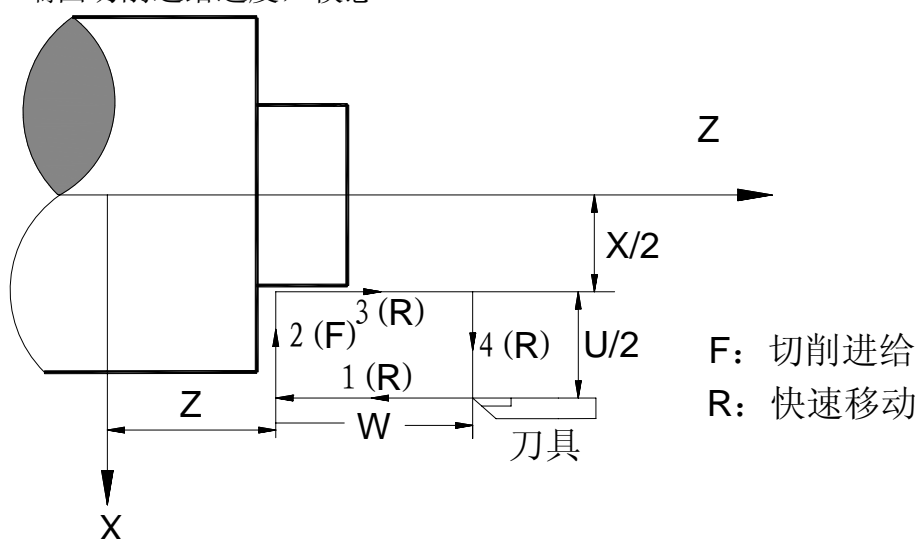

图 3-18
**指令格式:** G94 X (U) \_ Z(W) \_ R \_ F \_;
**功能说明:** G94 指令可实现端面以及锥度端面的单一循环加工, 循环完毕后刀具返回起刀点位置 (轨迹 1 的起点), 如图 3-18 和图 3-19。图中 (F) 线段表示切削进给, (R) 线段表示快速移动。
**G94 X (U) \_ Z(W) \_ F \_;**